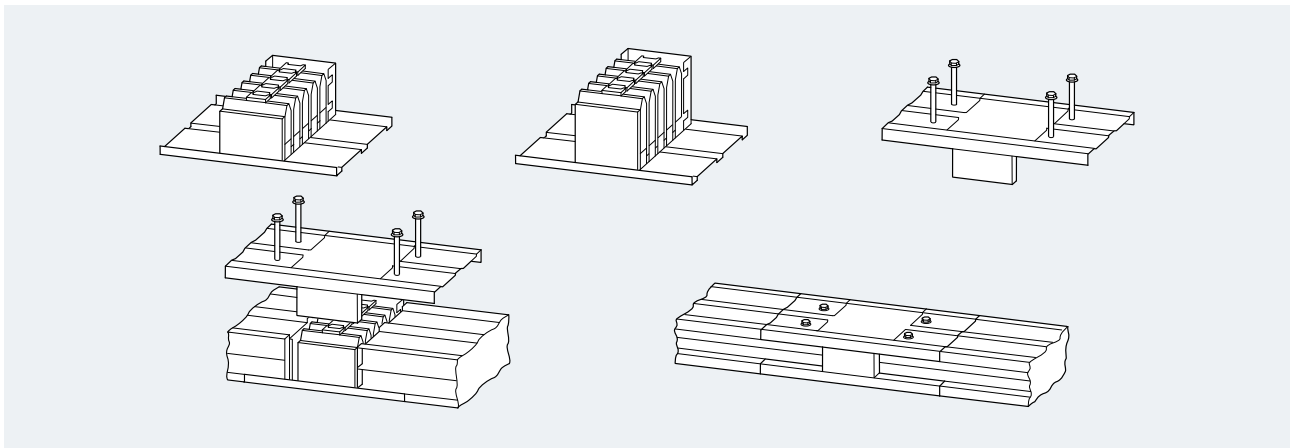

Abb. 4/3: Verbindungstechnik beim Schienenverteiler-System BD2
- Sichere Verbindung aller 5 Schienen (Abb. 4/3) gleichzeitig durch gleichmäßige Anpresskraft
Art der Länge (siehe Abb. 4/4)